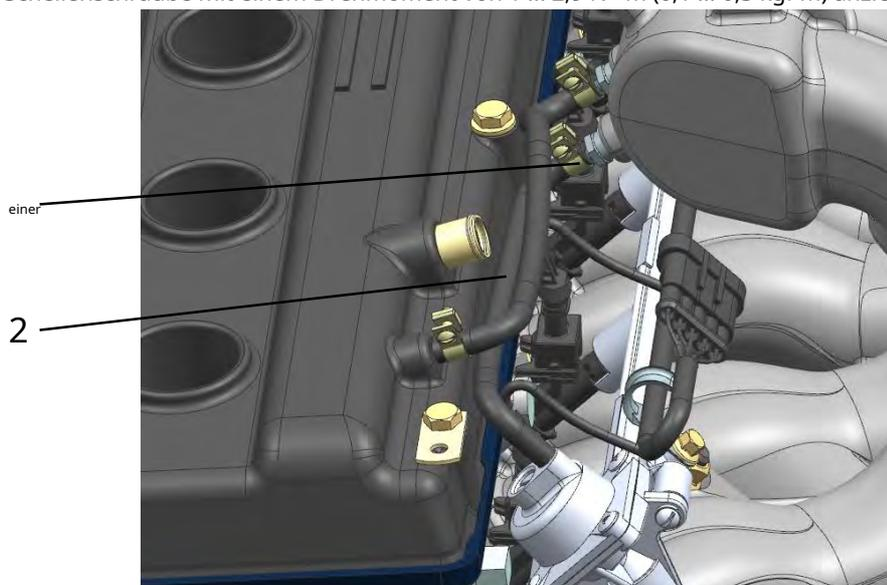

Abb. 200. Unterdruckschlauch für Kraftstoffdruckregler montieren:
**vier.** Unterdruckschlauch 2 (Abb. 200) mit Schelle 1 am Regler montieren